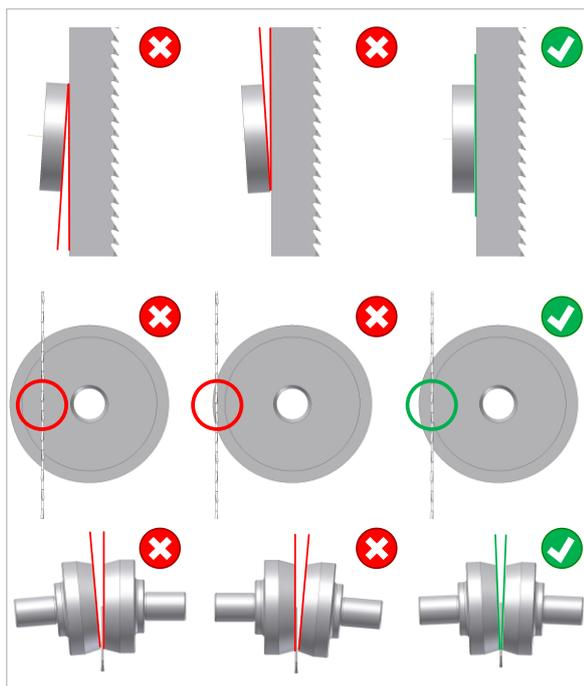

Figure 31 : réglage de base des galets arrière et latéraux
- Régler les galets latéraux de manière à ce qu'ils ne touchent que légèrement la lame de scie (voir ⇒ Figure 31). Veiller à ce que la lame ne soit pas déviée latéralement !
- La ⇒ Figure 31 indique complètement à droite le réglage optimal des galets arrière et latéraux et à gauche et au centre, les réglages incorrects à éviter.
- Le galet arrière doit être parallèle au dos de la lame de scie (vertical) (⇒ Figure 31 en haut à droite).
- La lame de scie doit passer exactement devant le bord intérieur des galets arrière (⇒ Figure 31 centre à droite).
- Les angles d'ouverture entre les galets latéraux et la lame de scie doivent être les mêmes des deux côtés de la lame (⇒ Figure 31 en bas à droite).
Arêtes trop aiguës à la base de la dent	→ Vérifier le réglage de base (⇨ Figure 31) et régler à nouveau le cas échéant (voir ⇨ 10.7.2).
La lame de scie va trop loin à l'intérieur du galet arrière.	→ Vérifier le réglage de base (⇨ Figure 31) et régler à nouveau le cas échéant (voir ⇨ 10.7.2).